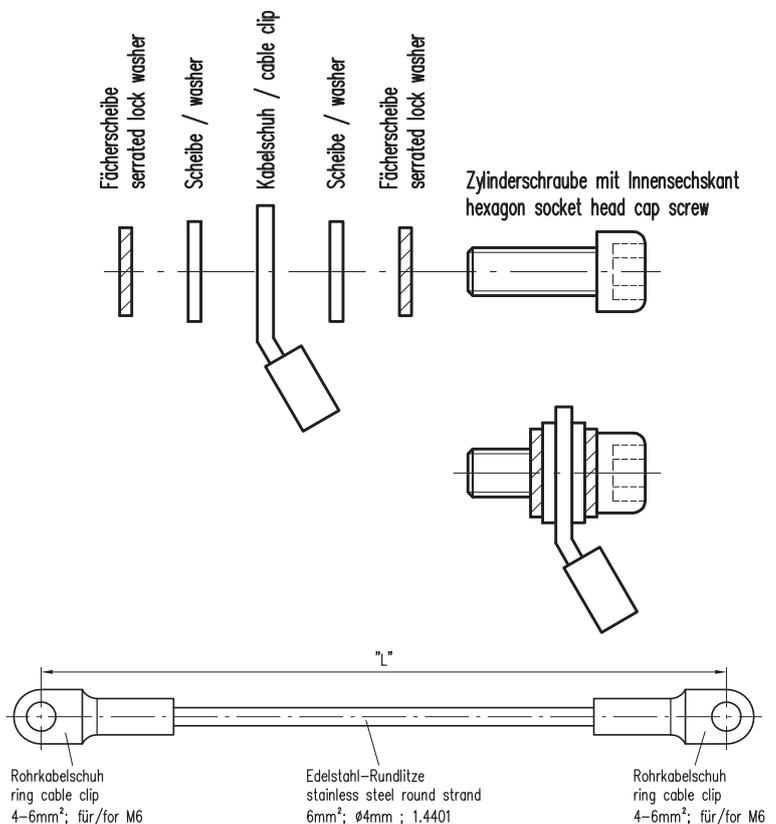

Abb. 3
- Um die Betriebssicherheit an blitzschlaggefährdeten Orten zu verbessern, empfehlen wir eine Erdung des Sensors mit der integrierten Erdungsschraube des **OTT WAD**. In der Skizze (Abb. 3) sind die Schritte zum Installieren der Erdung mit einem Kabelschuh und einer Erdungsschraube am Sensor dargestellt. Das andere Ende des Erdungskabel sollte mit einem Erdnagel verbunden werden.